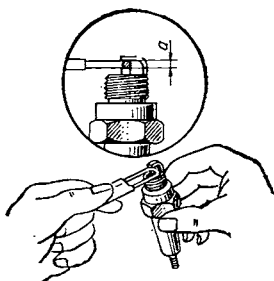

Рис. 111. Замер зазора между электродами свечи зажигания:
**Свечи зажигания.** На двигателе применяются неразборные свечи с керамическими изоляторами, подобранными по тепловой характеристике. При образовании на свече нагара создается утечка тока, что приводит к уменьшению вторичного напряжения. Подгорание электродов вызывает увеличение пробойного напряжения искрового промежутка свечи. При появлении перебоев в работе зажигания прежде всего проверьте зазор между электродами (рис. 111), а в случае необходимости отрегулируйте.